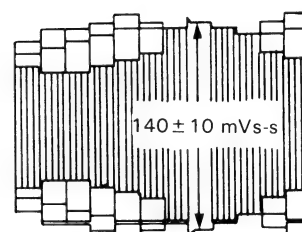

Abbildung 2-9.
4. Den R3304 (FM-Aufnahmeregler) so einstellen, daß der Synchronboden-Pegel bei  $140 \pm 10$  mVs-s (siehe Abb. 2-9) liegt.